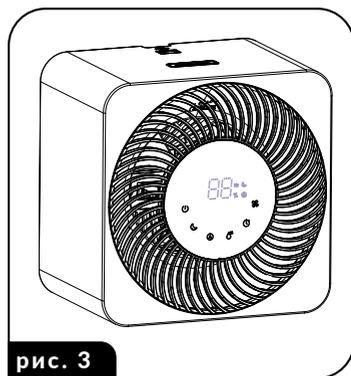

рис. 3
8. Вы можете добавить несколько капель ароматического масла внутрь выдвижной емкости (13), что придаст воздуху в помещении приятный запах во время работы увлажнителя. Емкость выдвигается и вдвигается при легком нажатии на нее.
9. Регулярно проверяйте уровень воды в емкости для воды, считывайте ее уровень с индикатора (9) и при необходимости доливайте воду. После того, как вода закончится, вентилятор увлажнителя продолжает работать в течение нескольких часов, чтобы полностью высушить фильтр, что предотвращает рост плесени и бактерий во время простоя. Первоначально об этом сигнализирует пульсация двух горизонтальных линий на светодиодном дисплее (в течение 7 часов - средняя скорость вращения вентилятора), а затем постоянное отображение горизонтальных линий (в течение 10 часов низкой скорости вращения вентилятора).
12. Увлажнитель может работать как обычный вентилятор без водяного бака. Положите вентилятор на бок портом питания вверх, как показано на рис. 3, и при необходимости направьте его в нужном направлении. Функция вентилятора включается после включения вентилятора выключателем (2a) и нажатия и удерживания кнопки скорости воздушного потока (2f) - таким образом вы заставите вентилятор работать (не проверяя наличие емкости для воды). Устройство выключается при повторном нажатии кнопки (2a).